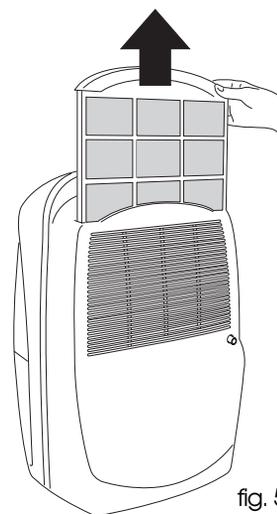

fig. 5
- Retire o filtro de ar puxando-o para fora (fig.5).